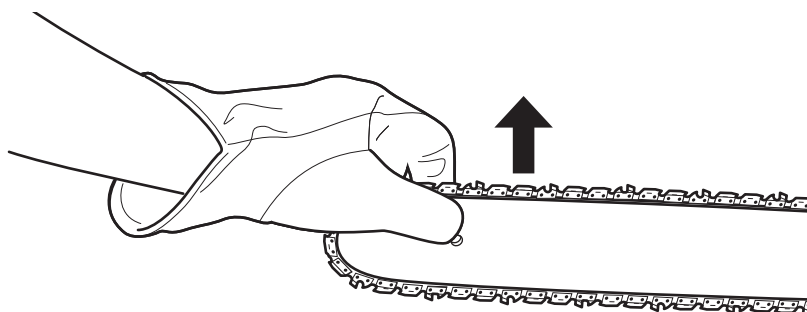
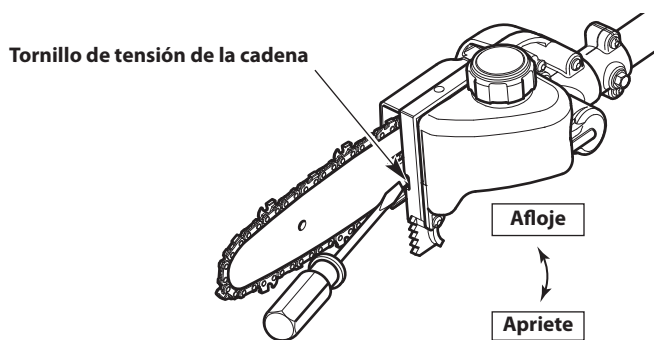

Fig. 15
Fig. 16
2. Sostenga la punta de la barra de guía hacia arriba (Fig. 15) y con un destornillador de cabeza plana gire el tornillo de tensión de la cadena (Fig. 16).